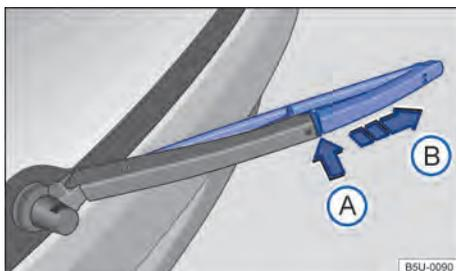

Fig. 162 Substituir a palheta do limpador do vidro traseiro.
- Manter o botão de destravamento → Fig. 162 ⓘ pressionado.